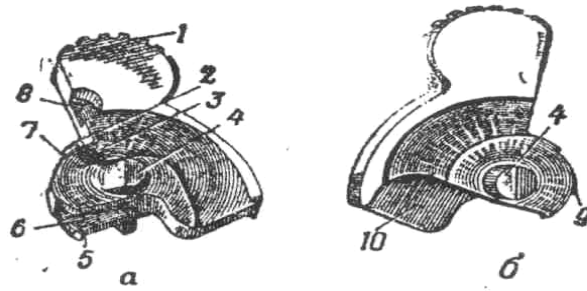

Рис. 42. Курок:
– постановка курка на предохранительный взвод при выключении предохранителя, т.е. если предохранитель по какой-либо причине выключится, то шептало упрется в выступ предохранительного взвода курка и не даст курку достать до ударника. Рисунок 42.